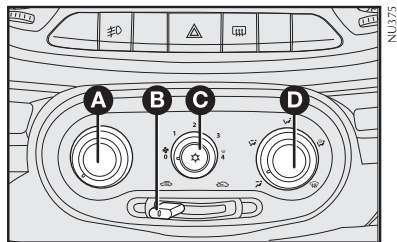

fig. 59
### COMANDOS - fig. 59
1) Seletor para a temperatura do ar **A-fig. 59** totalmente posicionado à esquerda.
2) Seletor do ventilador **C-fig. 59** posicionado na velocidade máxima.
3) Seletor de distribuição do ar **D-fig. 59** apontado para ; controlar para que todas as saídas de ar estejam totalmente abertas.
4) Ligar o ar-condicionado apertando o seletor a partir da posição 1 **C-fig. 59** (a luz-espia no seletor irá acender).
O ar-condicionado é muito útil para acelerar o desembaçamento, pois desumidifica o ar. É suficiente regular os comandos para a função de desembaçamento e ativar o condicionador, apertando o seletor **C-fig. 59**.
1) Condicionador de ar ligado: seletor **C-fig. 59**.